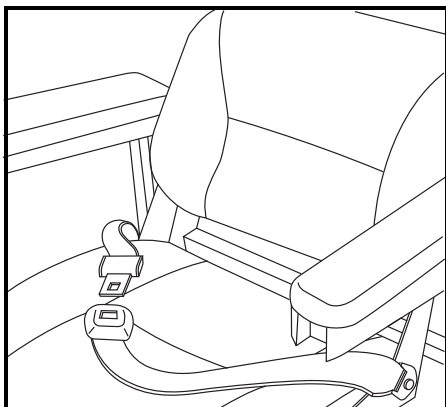

Figure 19. Ceinture de positionnement
Votre fauteuil motorisé peut être équipé d'un ceinture de positionnement réglable pour un meilleur confort. **Voir la figure 19.** La ceinture de positionnement, réglable, a été conçue pour soutenir et empêcher tout glissement vers le bas ou vers l'avant une fois assis. La ceinture de positionnement n'a pas été conçue pour être utilisée comme ceinture de sécurité.
1. Prenez place sur le siège, insérez la patte métallique d'un côté dans le boîtier de la boucle du côté opposé jusqu'à ce que le « clic » se fasse entendre. **Voir la figure 19.**